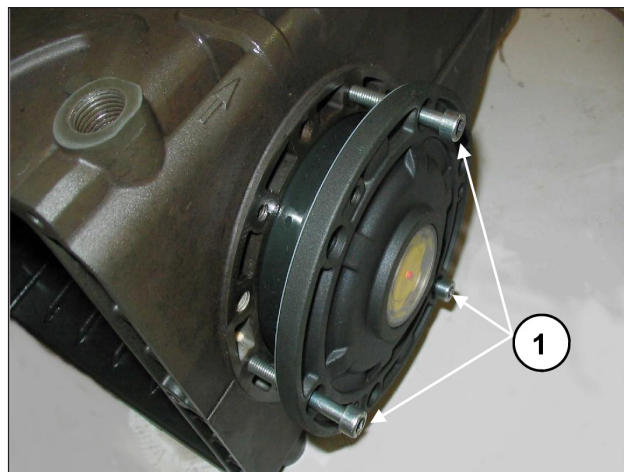

Fig. 8
Para facilitar la introducción del primer tramo y de la correspondiente introducción de las tapas sobre el cárter, se recomienda utilizar Nº 3 tornillos M6 x 40 parcialmente roscados, (Fig. 8, pos. ①) para después completar la operación con los tornillos incluidos en la dotación (M6x16).
Para acercar las dos tapas laterales al cárter se pueden utilizar Nº 3 tornillos M6x40 para una primera fase de orientación como se indica anteriormente (Fig. 8), y los tornillos previstos para la fijación final.